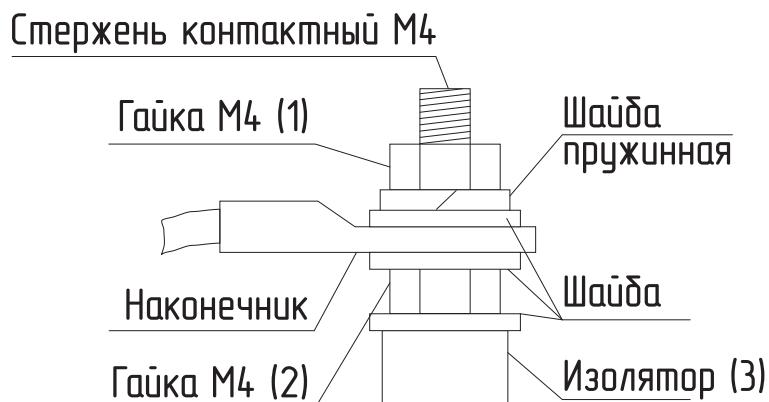

Рис.10 Присоединение проводов к выводам блок ТЭН
- Гаек на контактных стержнях ТЭН с усилием 1,8 Нм (см. **Рис.10**);
- при замене блок ТЭН присоединение фазных проводов к выводам блок ТЭН производить согласно **Рис.10.** Сечение кабеля указано в **Таб.1;**
- провод нейтрали N подключить на перемычку блока ТЭН (**Рис.10**).